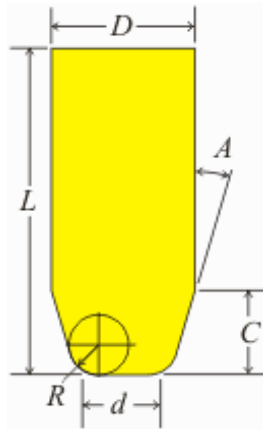

Figura 1.75 Parámetros de la herramienta cónica tórica.
- Herramienta cónica-tórica , la cual se define por sus parámetros longitud (L), diámetro (D), radio de punta (R), ángulo cónico (A), altura cónica (C), y conicidad (d), Figura 1.75.